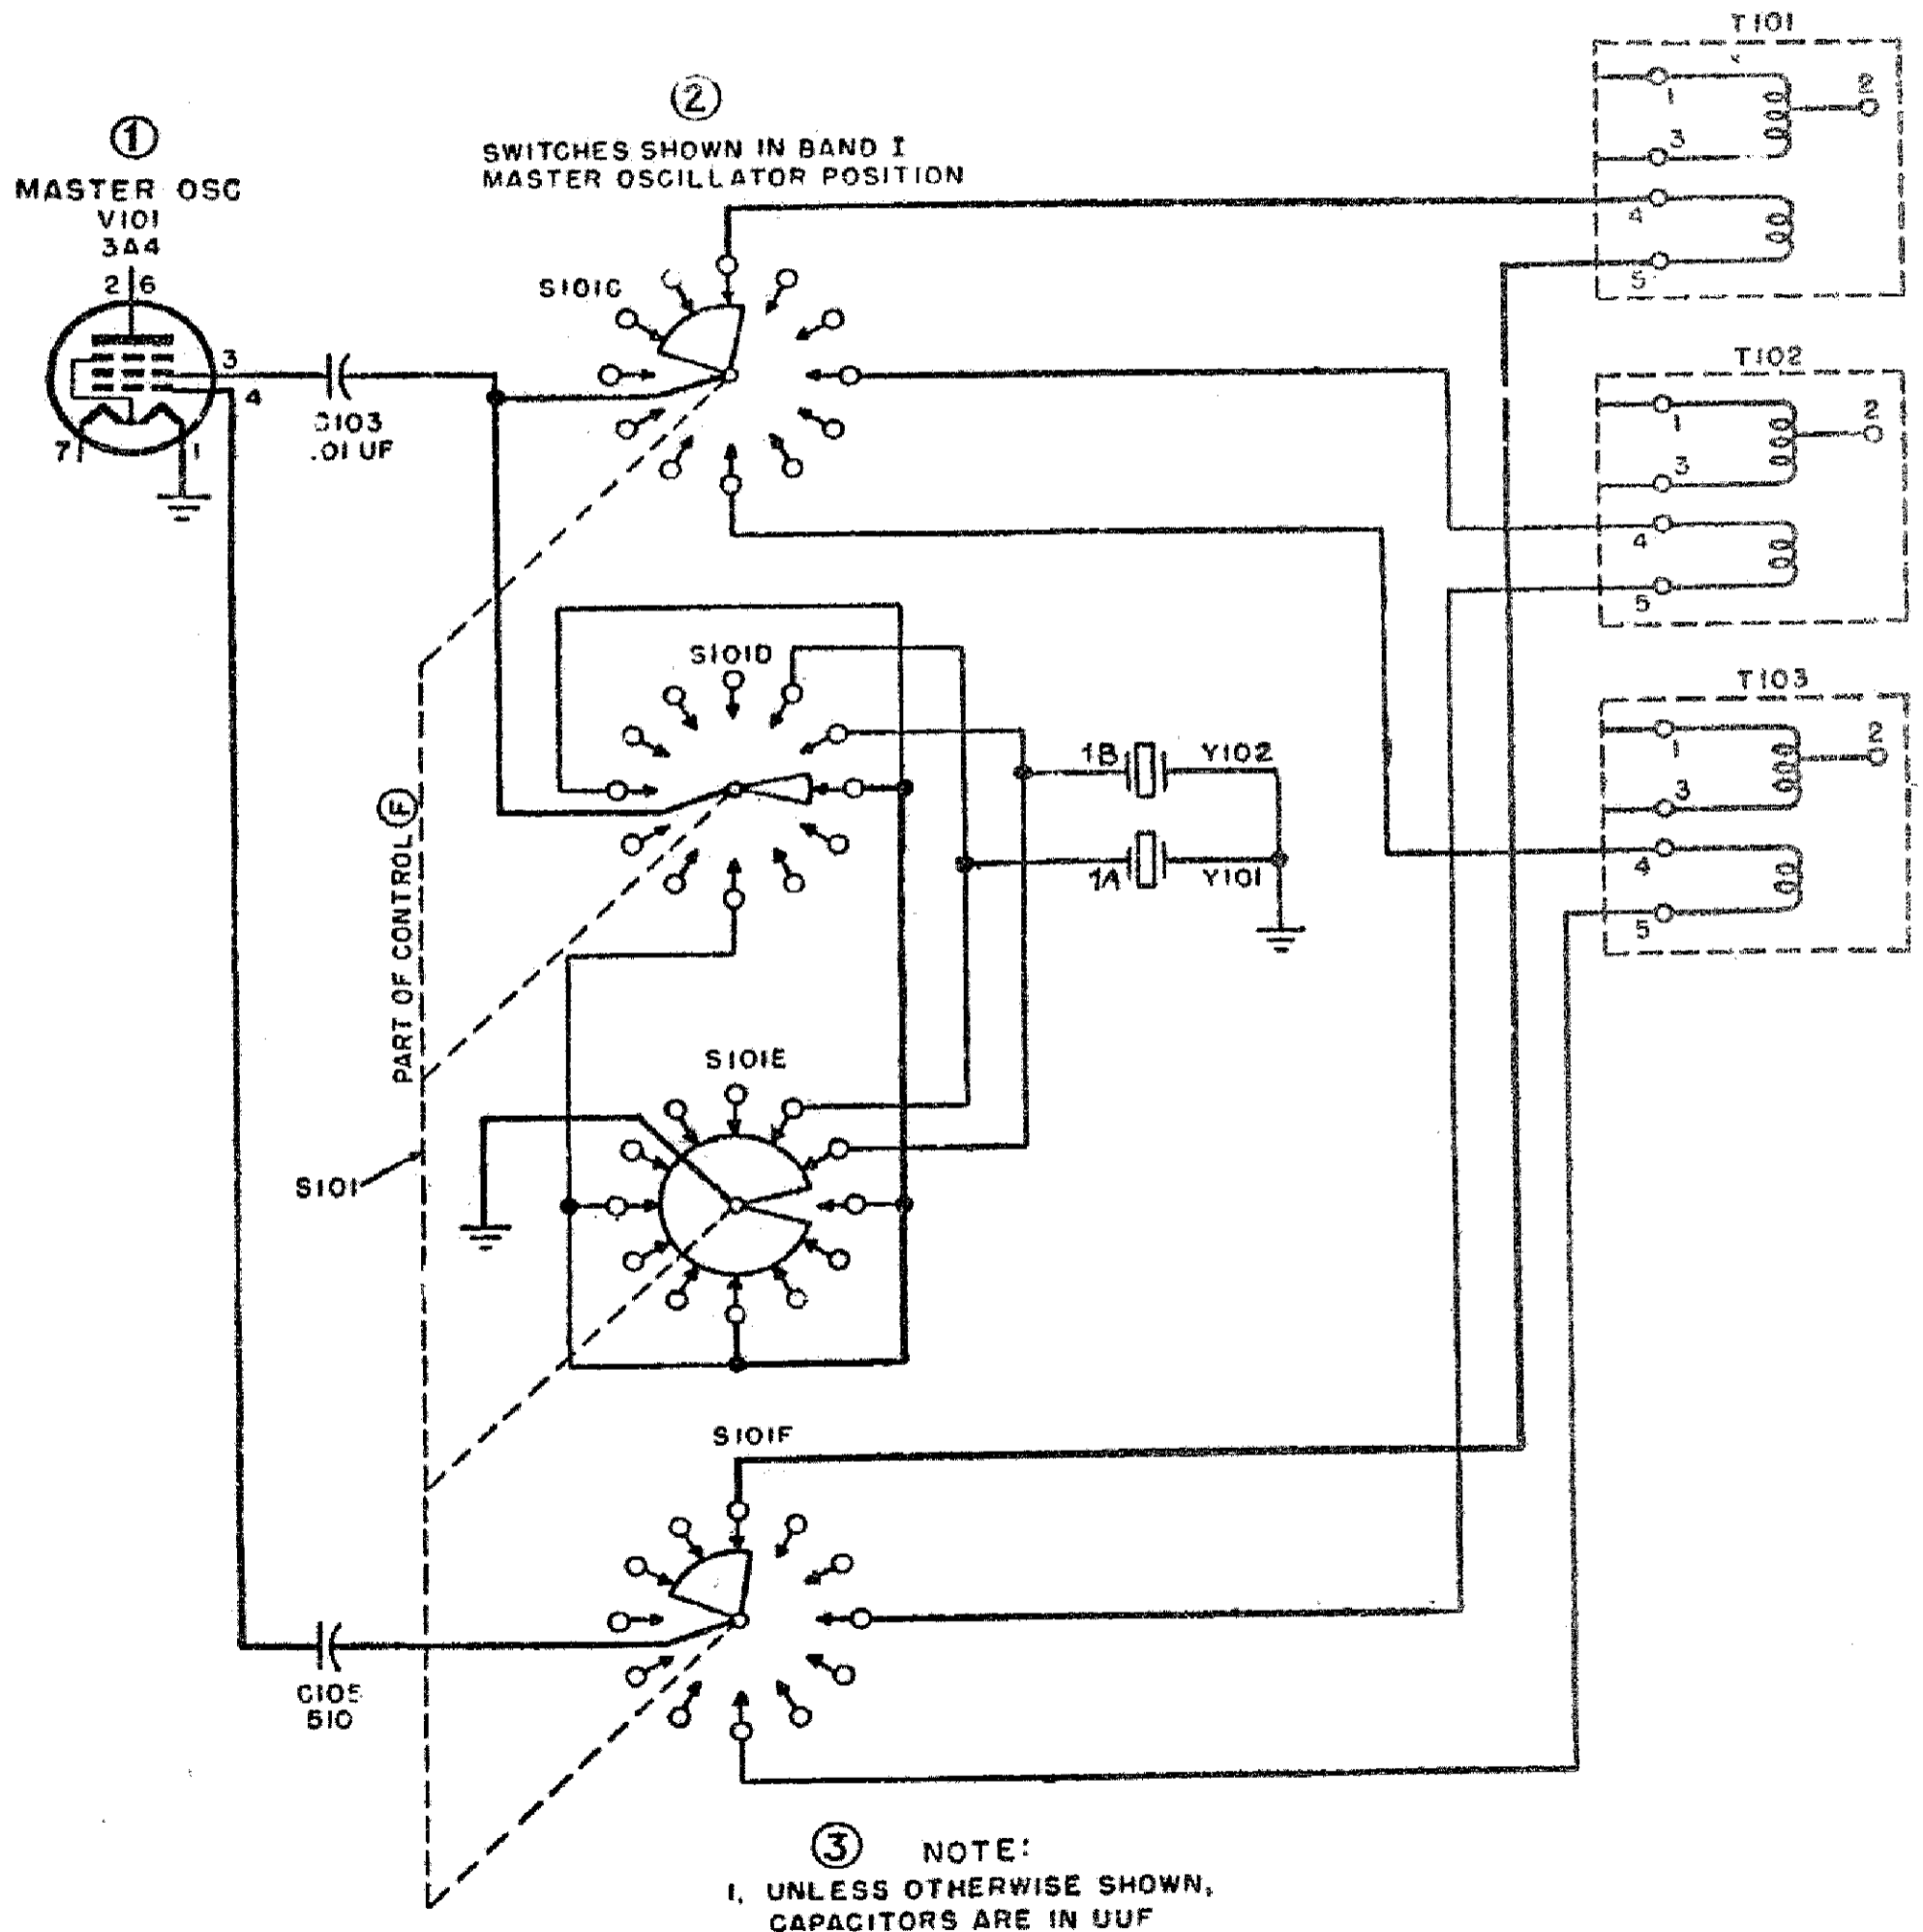

FIG. 22 - Oscillatore pilota - Sezioni S101C, D, E ed F del commutatore (F).
3) S101C (fig. 22). La sezione C dell'S101 sceglie la giusta bobina di griglia per la frequenza desiderata. Ciò viene effettuato in congiunzione ai commutatori S101D, S101E ed S101F che collegano la bobina scelta alla griglia, a mezzo del condensatore C105. Dato che i commutatori sono coassiali, la bobina di griglia viene automaticamente collegata al circuito di griglia. Seguendo la linea in grassetto e partendo dalla griglia controllo della V101, si può seguire il circuito passando attraverso le varie sezioni del commutatore S101;